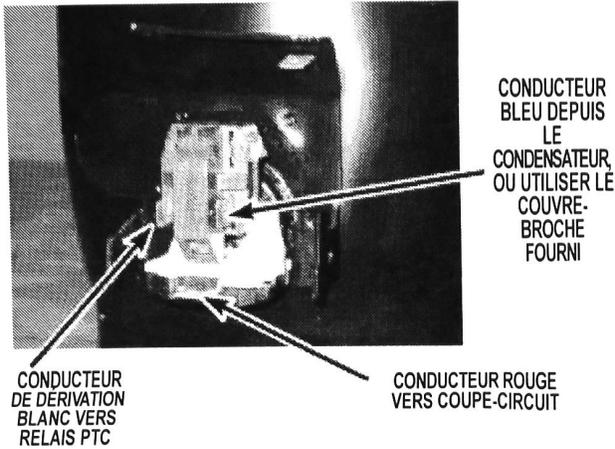
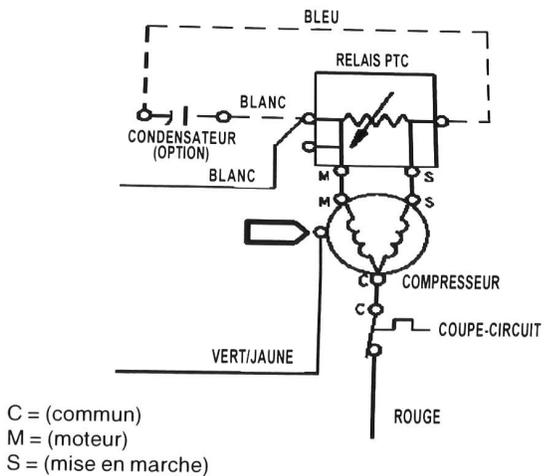

FIGURE 2
FIGURE 3
6. Installer le nouveau relais PTC. Veiller à fixer solidement le relais de mise en marche et le coupe-circuit – enfoncement complet sur les broches du compresseur (voir Figure 2).
- Conducteur bleu vers le condensateur (si il y en a un sur l'appareil). Si l'appareil ne comporte pas de condensateur, utiliser le couvre-broche fourni pour isoler la broche nue. (Voir Figure 2 et Figure 3.)